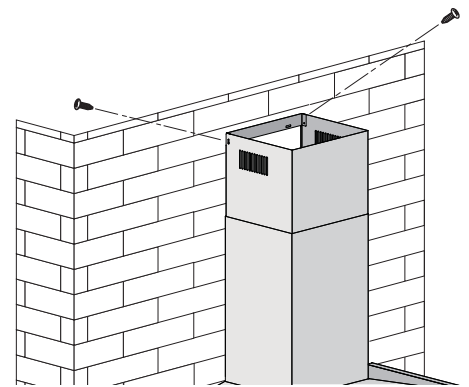

Figure 6
- Vissez la cheminée supérieure au support supérieur. (Voir la figure 6)